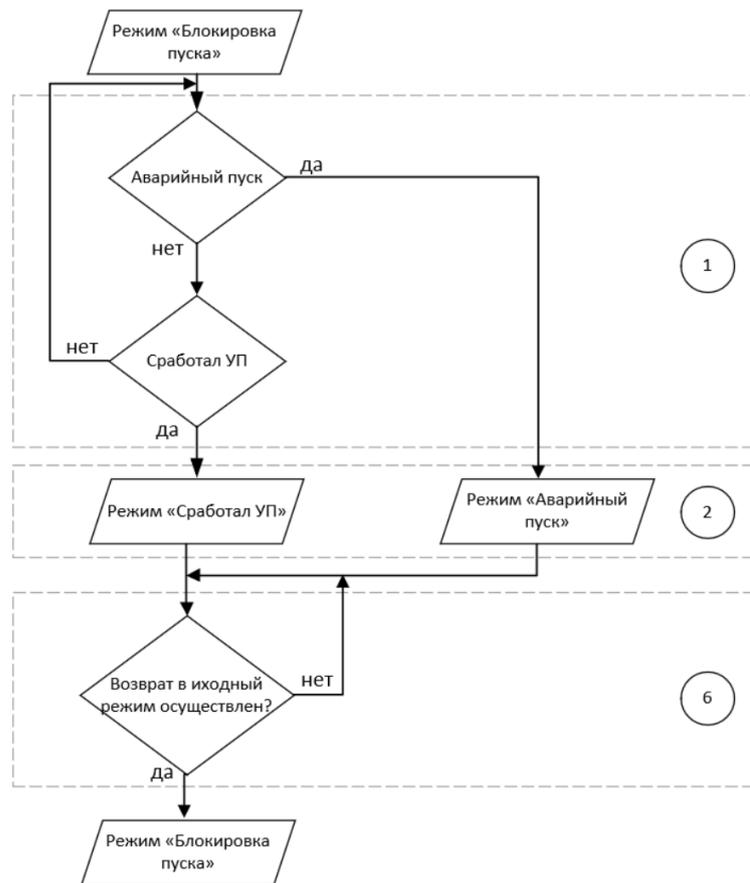

Рисунок 4.3 – Алгоритм фиксации режимов «Аварийный пуск», «Пуск (выдача сигнала на ИМ противопожарной защиты)», «Сработал УП» в режиме «Блокировка пуска» ЗКПЗ
- в режиме «Блокировка пуска», рисунок 4.3.